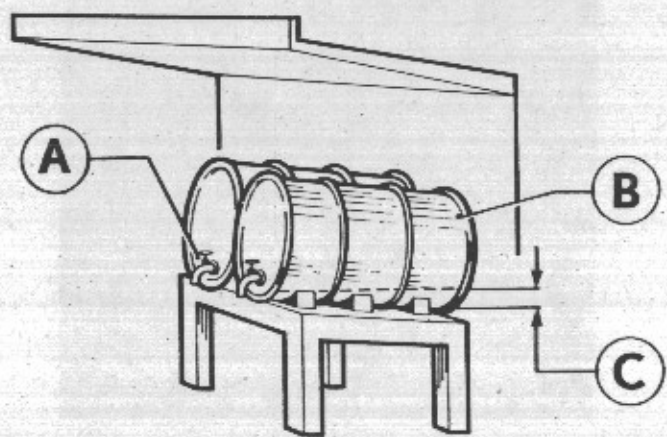

Fig. 23
- La decantazione del gasolio si può realizzare con minima spesa con un impianto modesto ma di effetto sicuro, come illustrato nella fig. 23.